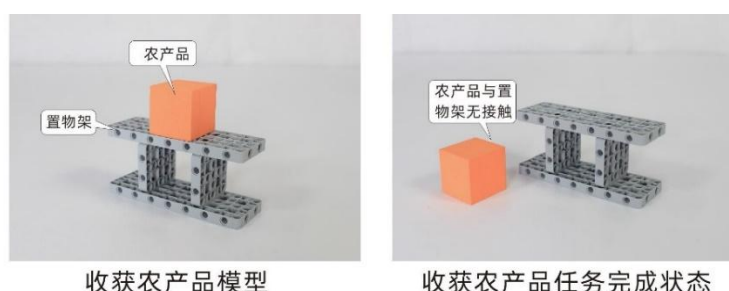

图 12 收获农产品任务使用的模型及完成状态
- a. 收获农产品模型放置在模型框 K 处，由置物架和农产品组成，如图 12。